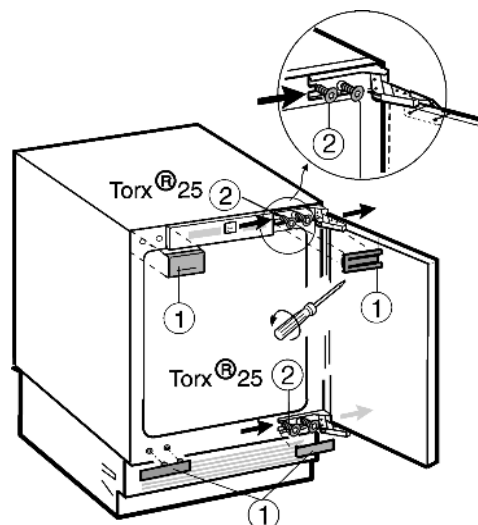

Fig. 2
► Снимите закрывающие элементы Fig. 2 (1).
► Крепежные винты Fig. 2 (2) только ослабьте.
- ▶ Переставьте нижние и верхние крепежные винты *Fig. 2 (2)* на противоположную сторону.
- ▶ Навесьте дверцу устройства на заранее установленные крепежные винты *Fig. 2 (2)*.
- ▶ Затяните крепежные винты *Fig. 2 (2)* (**с моментом 4 Нм**).
- ▶ Снова установите закрывающие элементы *Fig. 2 (1)*.